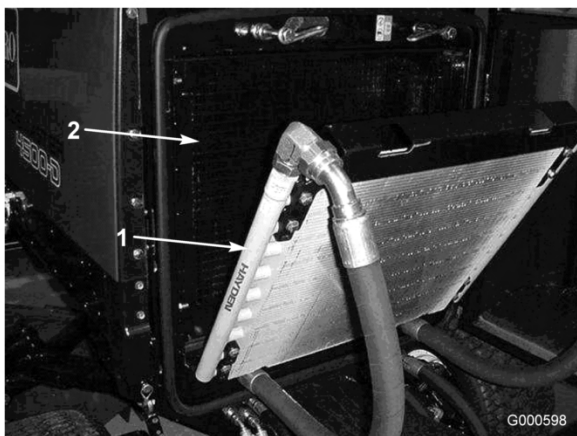

Figure 53
3. Basculez le refroidisseur d'huile en arrière. Nettoyez soigneusement les deux côtés du refroidisseur et la surface autour du radiateur (Figure 53) à l'air comprimé.